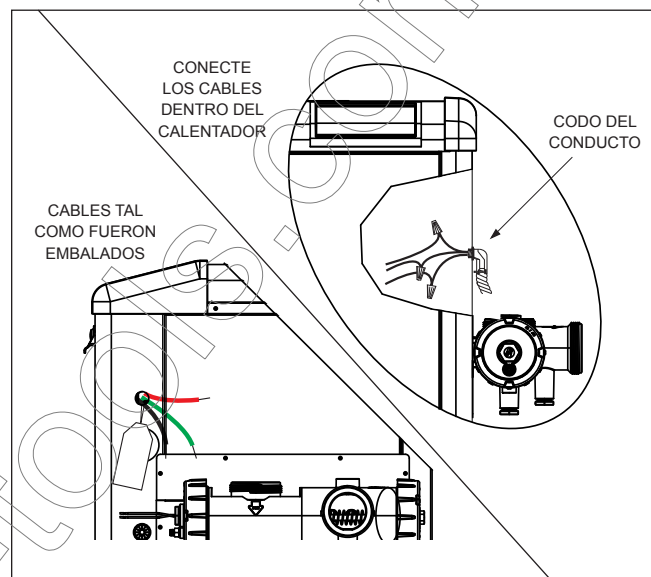

Figura 21. Conexiones del cableado en terreno
2. Conecte los alambres de la fuente de energía a los alambres del lado derecho del calentador, en el espacio trasero del conducto para cables. Véase Figura 21.